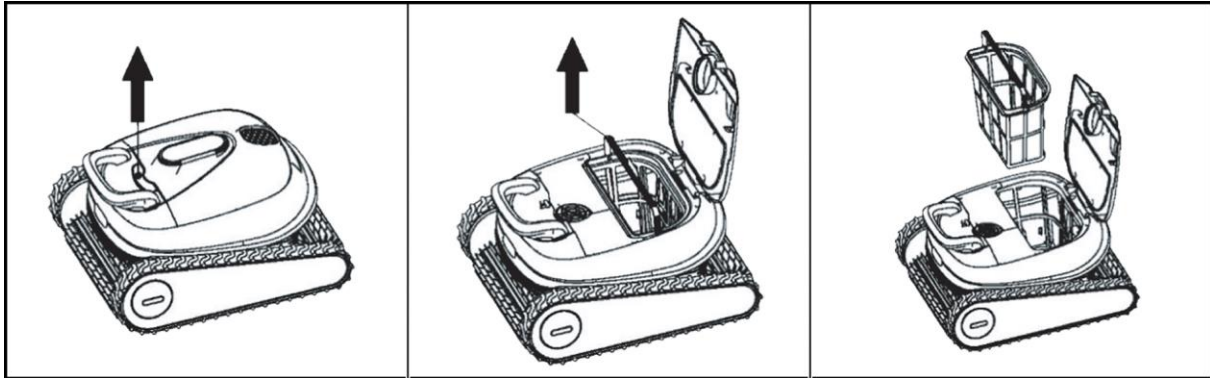

Abb. 5
- Öffnen Sie den Deckel und entnehmen Sie den Filterkorb (Abb. 5).